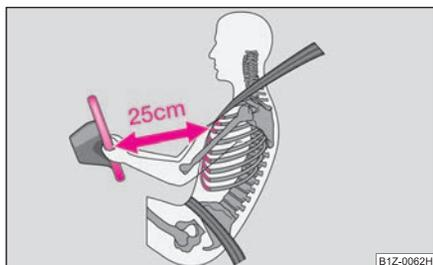

Abb. 90 Sicherer Abstand vom Lenkrad
- Der Fahrer muss einen Abstand zum Lenkrad von mindestens 25 cm einhalten → Abb. 90. Wenn Sie den Mindestabstand nicht einhalten, kann Sie das Airbag-System nicht schützen – Lebensgefahr!